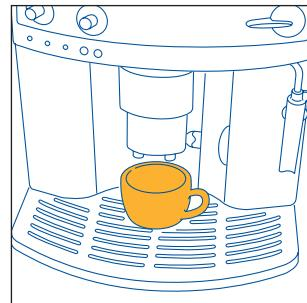
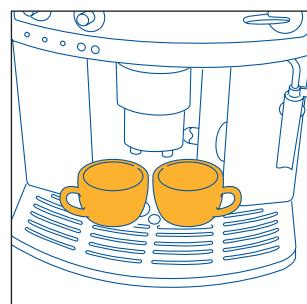
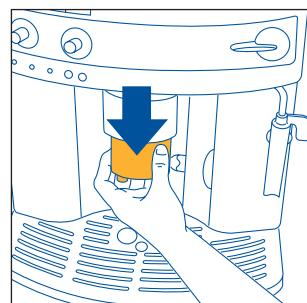

Fig.9
Fig.10
Fig.11
- 4) Sett 1 kopp (fig. 9) eller 2 kopper (fig. 10) under tutene. For å få godt skum på kaffen, la tutene komme så nærmee kaffekoppene som mulig, ved å senke kaffeutslippsenheten (fig. 11).